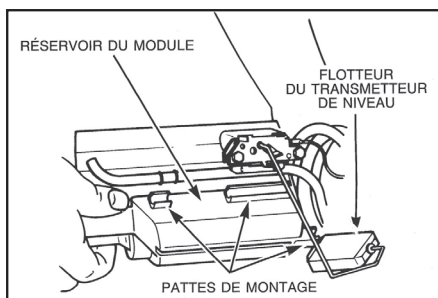
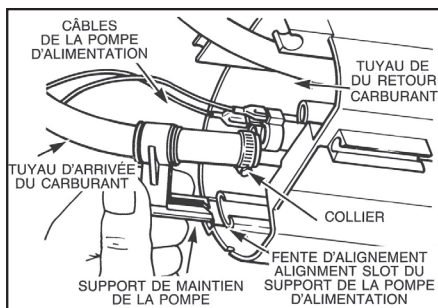

fig. 2
fig. 3
- A) Saisissez fermement le serpentín de vidange par sa partie la plus basse et détachez-en le réservoir du module en veillant à ne pas endommager le transmetteur de niveau (Voir fig. 2). Éloignez légèrement le réservoir du serpentín et détachez le support de maintien de la pompe (Voir fig. 3) du réservoir du module. Poussez le réservoir du module de côté tout en faisant sortir la pompe. Pendant cette opération, veillez à ne pas endommager le câblage du transmetteur de niveau.